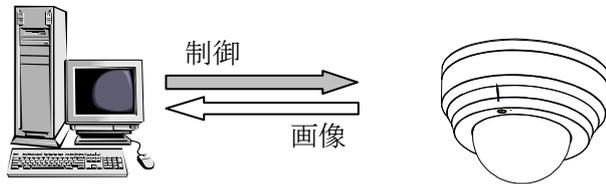

図 9-1 ユニキャストについて
- (1) 図 9-1に示すように、カメラと接続機器が1対1で通信する方式です。
- (2) 複数箇所での監視は出来ません。